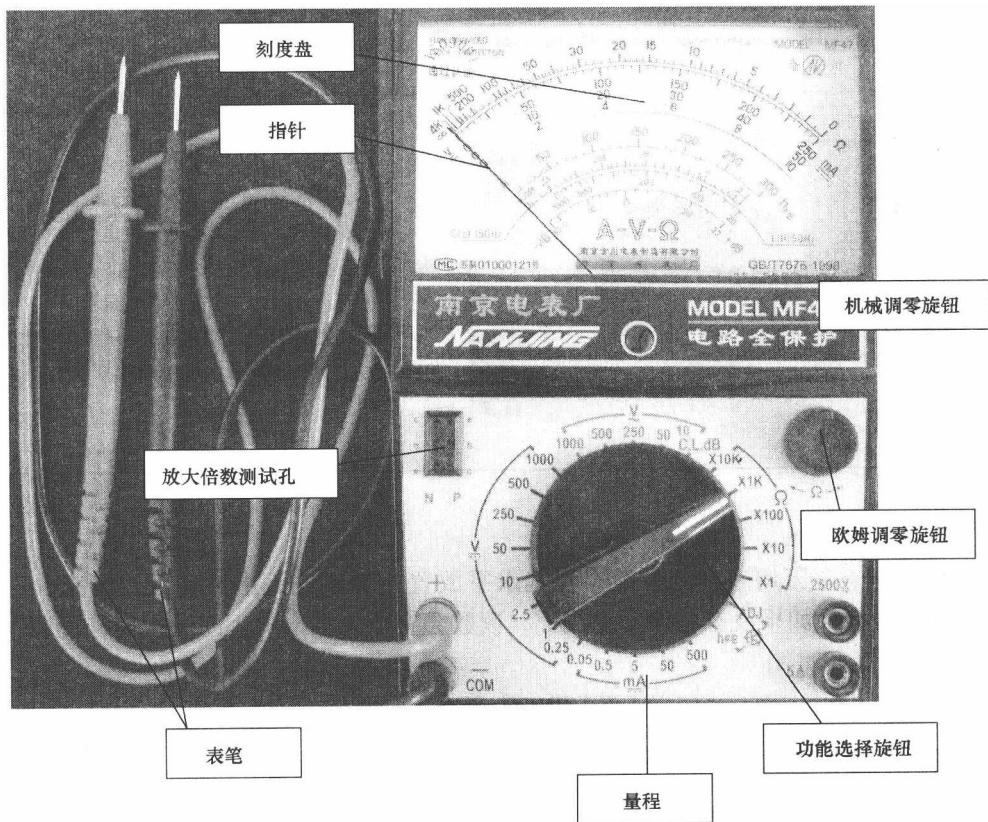

图 1-2 MF47 型万用表实物图
(2) 万用表主要功能 其主要功能有测量电压、直流电流、电阻、电容、直流放大倍数等，其面板结构为刻度盘、指针、机械调零旋钮、功能选择旋钮、量程、欧姆调零旋钮、直流放大倍数测试孔、表笔等，如图 1-2 所示。